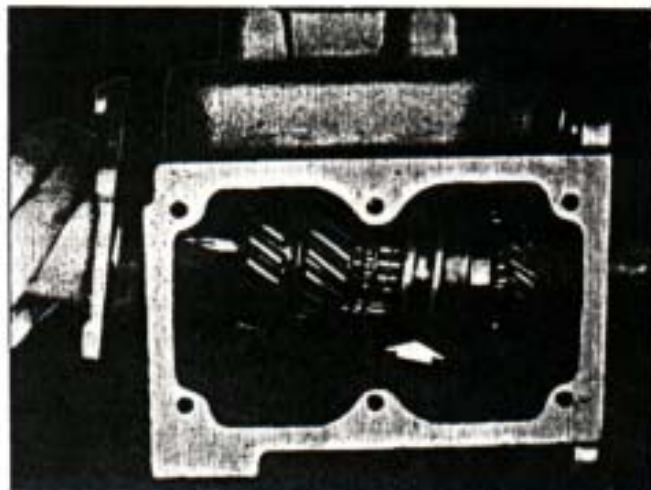

Fig. 110. — Instalando el eje principal (nótese el desplazamiento hacia adelante, del manguito del sincronizador).
- 22') Antes de proceder al montaje del conjunto del eje principal, no olvidarse de colocar el otro anillo freno. Para instalar dicho conjunto en cualquier tipo de Caja, hacerlo por la parte posterior de la misma. Para facilitar la operación, llevar el manguito del sincronizador hacia adelante (Fig. 110), pues, caso contrario, el engranaje cuádruple interferirá, dificultando el montaje.